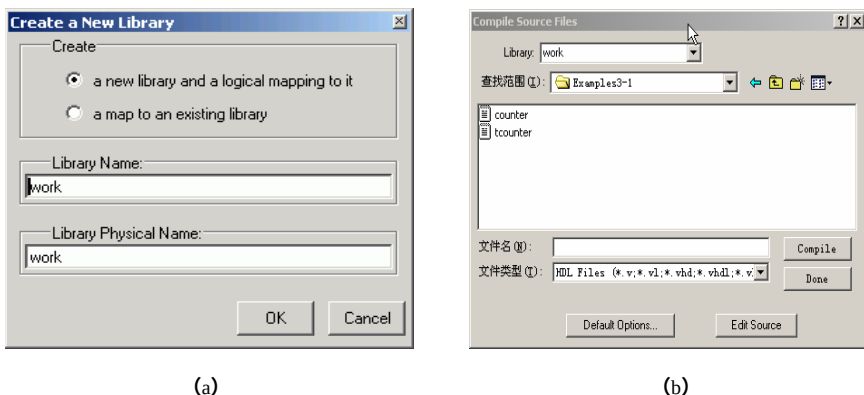

图3-25 创建库和编译源文件对话框
4. 创建工作库。在主窗口选择【File】/【New】/【Library】命令，打开创建库对话框，如果软件没有自动填写库的程序则输出“work”，如图 3-25（a）所示。单击 **OK** 按钮完成库的创建以及映射。这个操作过程实质上相当于在 ModelSim 的主窗口命令控制台输入了 `vlib work` 和 `vmap work work` 命令。ModelSim 将在当前的目录下创建一个名称为 work 的库并且在其中产生一个 `_info` 文件，在整个使用过程中不要对这个文件进行编辑。
5. 编译源文件。在主窗口中选择【Compile】/【Compile】命令，打开源文件编译窗口，如图 3-25（b）所示。选中文件“counter.v”和“tcounter.v”，单击 **Compile** 按钮对选中的文件进行编译，如果编译过程没有错误则选择 **Done** 按钮关闭源文件编译对话框。在主窗口的工作区点击【work】库左边的“+”号，可以看到编译后的两个设计单元分别是“counter”和“test_counter”。